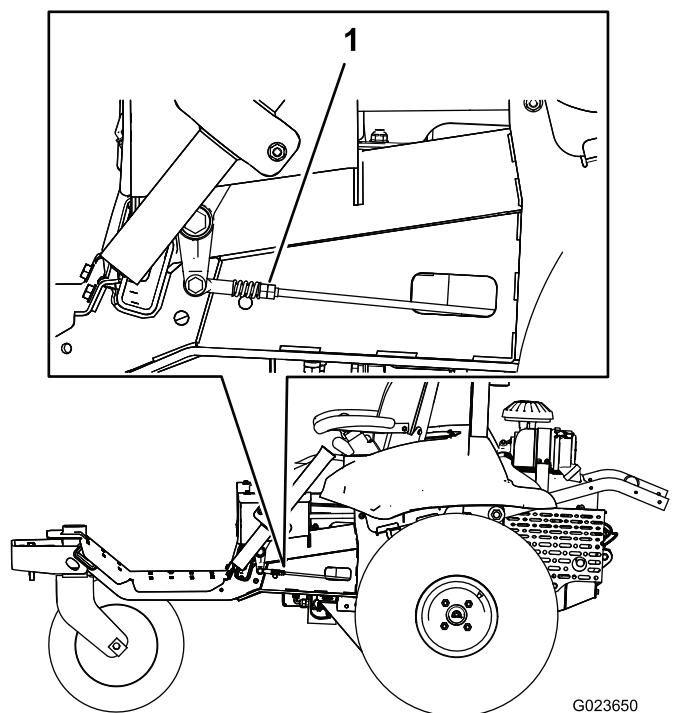

Figure 65
7. D'un côté de la machine, tournez lentement les doubles écrous sur la tringlerie (Figure 65) jusqu'à ce que la roue de ce côté se mette à tourner ; tournez ensuite les doubles écrous dans l'autre sens jusqu'à ce que la roue tourne dans la direction opposée.